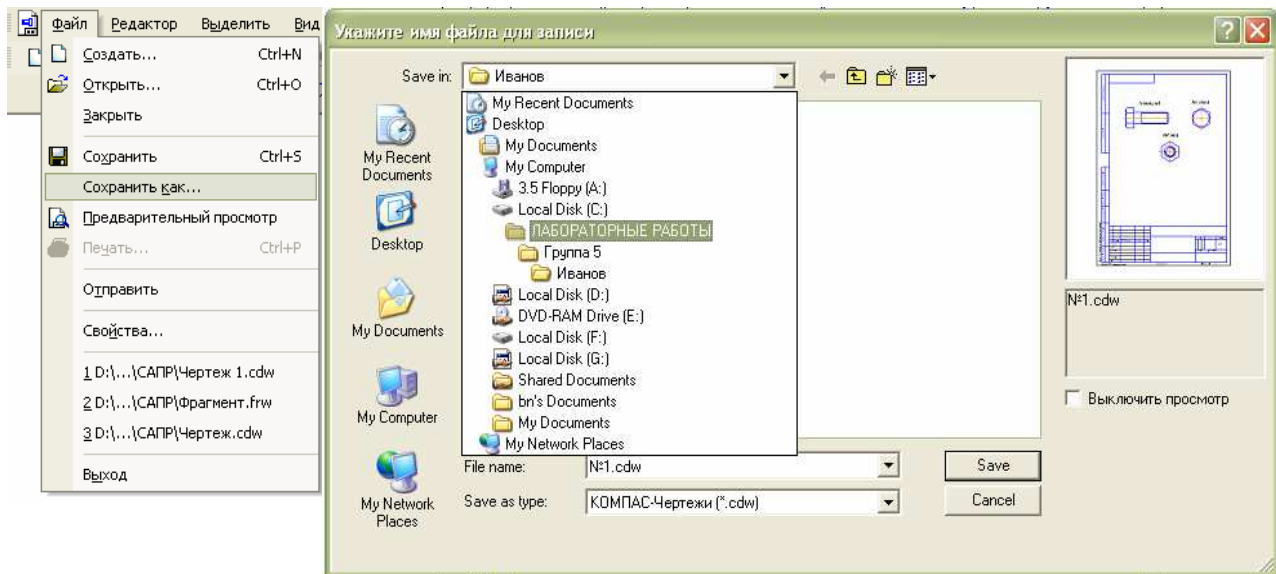

Рис. 17 – Схема збереження виконаних результатів
4. *Збереження виконаних результатів.* Для збереження виконаної роботи треба натиснути піктограму  на **Стандартній панелі** або здійснити операції за рис.17. На зазначеному викладачем диску і у створеній папці «**АПЕЛС**» знайдіть папку «**ЛАБОРАТОРНЫЕ РАБОТЫ**» в якій необхідно створити папку із своїм прізвищем, наприклад «**Иванов**». У цій папці необхідно зберігати створені документи під назвами «**№1**» або «**Фрагмент №1**» - для лабораторної роботи №1 і т.д.